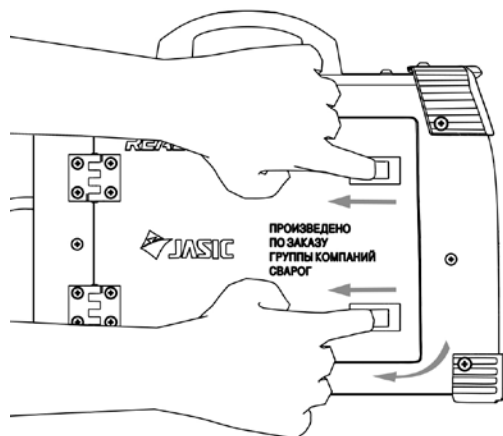

Рис. 9.7 Открытие дверцы сварочного аппарата.
6. Одновременно двумя руками потяните защелки дверцы на себя, откройте дверцу сварочного аппарата (См. рис. 9.7).